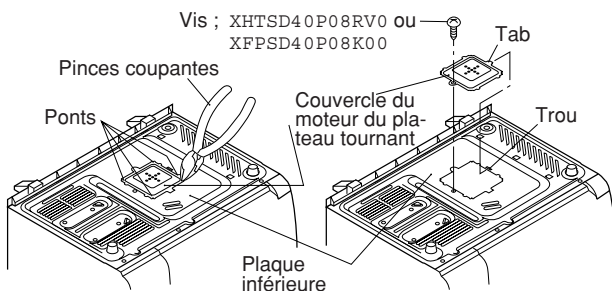
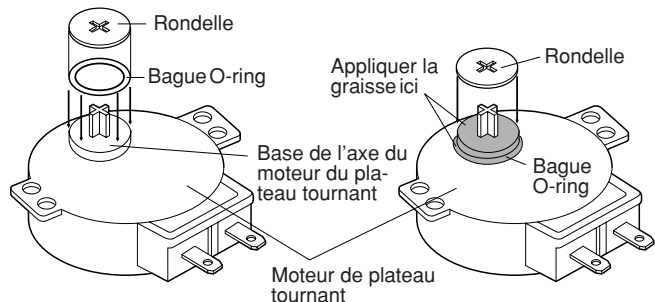

Figure C-2. Couvercle du moteur du plateau tournant
Figure C-3. Installation de la rondelle et de la bague O-ring et application de graisse
4. Couper les ponts (4) maintenant le couvercle du moteur du plateau tournant à la plaque de base à l'aide d'une pince coupante comme indiqué à la Figure C-2.
7. Retirer la (1) vis fixant le moteur du plateau tournant à la cavité du four.
3. Appliquer la graisse (Graisse au silicone Shinetsu G-420 de Shinetsu Chemical Co. Ltd. ou Graisse au silicone Silicone SH-14 de Toray Silicone Co., Ltd.) sur la bague O-ring et la base de l'arbre du moteur du plateau tournant, comme indiqué sur la Figure C-3.
4. Remettre en place le moteur du plateau tournant avec la bague O-ring et la rondelle dans la cavité du four, à l'aide de la vis (1).
6. Insérer la languette du couvercle du moteur du plateau tournant dans le trou de la plaque de base comme indiqué sur la Figure C-2.
7. Remettre en place le couvercle du moteur du plateau tournant sur la plaque inférieure avec une (1) vis XHTSD40P08RV0 ou XFPSD40P08K00 comme indiqué à la Figure C-2.